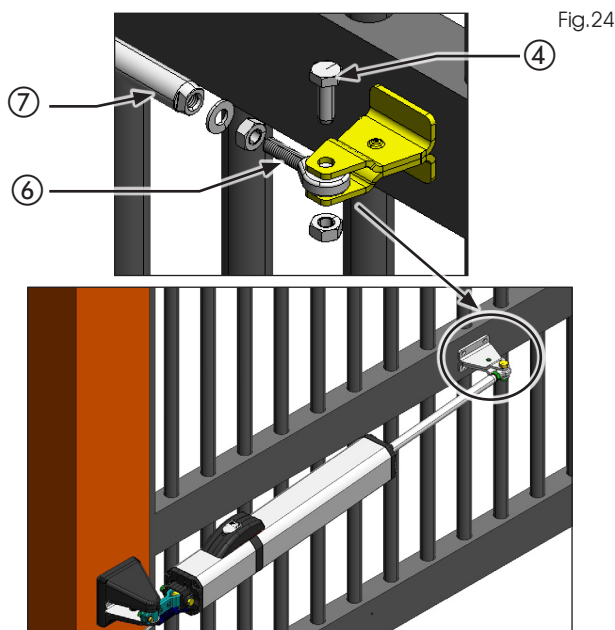

Fig.24
2. Retire el tornillo (Fig. 24 ref.④) del empalme anterior
3. Retire la articulación (Fig.24 ref.⑥) del vástago del operador (Fig. 24 ref. ⑦).